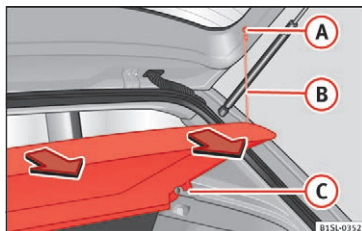

Fig. 137 I bagagerummet: af- og påmontering af bagagerumsafdækning
- Hægt stropperne »» **Fig. 137** **B** af holderne **A**.